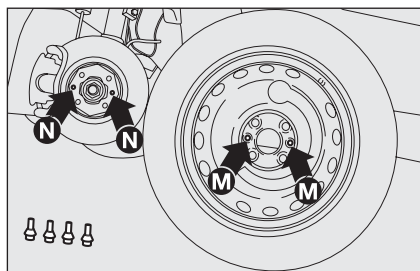

fig. 14
- montare il ruotino facendo coincidere i fori **M**-fig. 14 con i relativi perni di centraggio **N**;